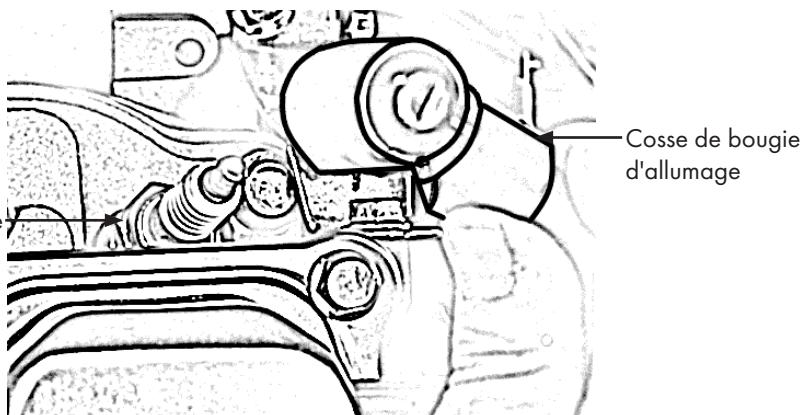

Figure 17
- Retirez la cosse de la bougie, fig. 17.